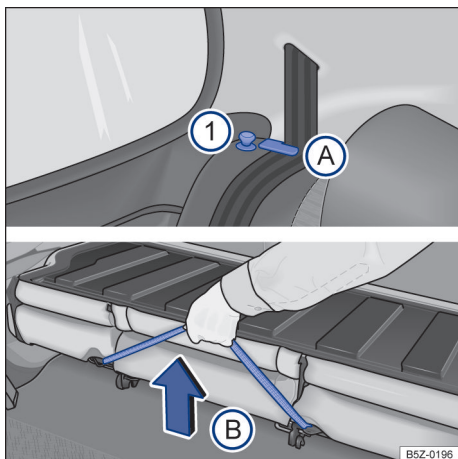

Fig. 59 Banco traseiro: pinos de destravamento ; posicionador para os cadarços dos cintos ; alça para destravamento do conjunto do assoalho .
- Posicionar os cadarços dos cintos de segurança nos seus respectivos posicionadores → Fig. 59 .
- Levantar o pino → Fig. 59  de destravamento em ambos os lados para cima e, ao mesmo tempo, rebater o encosto do banco traseiro para frente.
- Puxar a alça → Fig. 59  para destravar o conjunto do assoalho e, ao mesmo tempo, levantar-o **cuidadosamente** na direção dos bancos dianteiros.
- Segurar o banco traseiro pela alça → Fig. 59 (B) e, soltar de uma altura de 15 cm.
- Retirar os cadarços do cinto de segurança do posicionadores → Fig. 59 (A). Para veículos com cintos de três pontos fixos, recolocar as linguetas nos respectivos fechos.